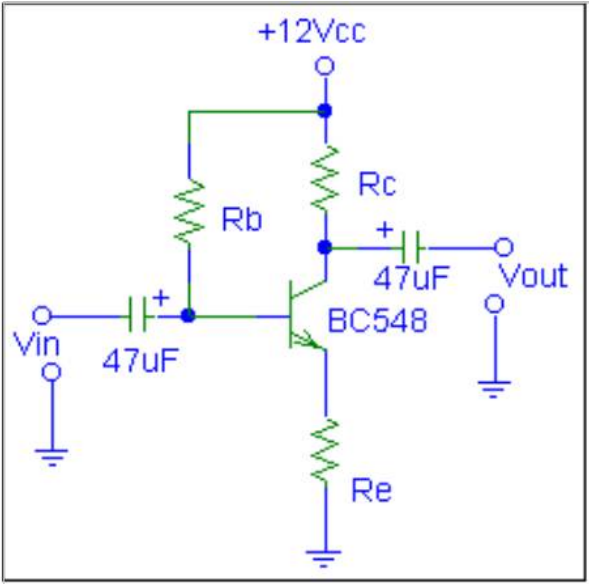

Figura 2
1. Calcular os valores teóricos de Zin (impedância de entrada), Zout (impedância de saída), Av (ganho de tensão em dB), Ai (ganho de corrente em dB), Ap (ganho de potência em dB) e fase do sinal de saída para o circuito da figura 2.
2. Montar o circuito da figura 2 com Rc=1kΩ, Re=200Ω, Rb=300kΩ. Aplicar um sinal senoidal de 200mVp/1kHz na entrada do circuito (Vin). Confirmar a fase do sinal de saída (Vout) em relação ao sinal de entrada no osciloscópio (verifique o sinal da entrada em um canal e o da saída em outro canal) e determinar o valor do ganho de tensão Av (Av=Vout/Vin).